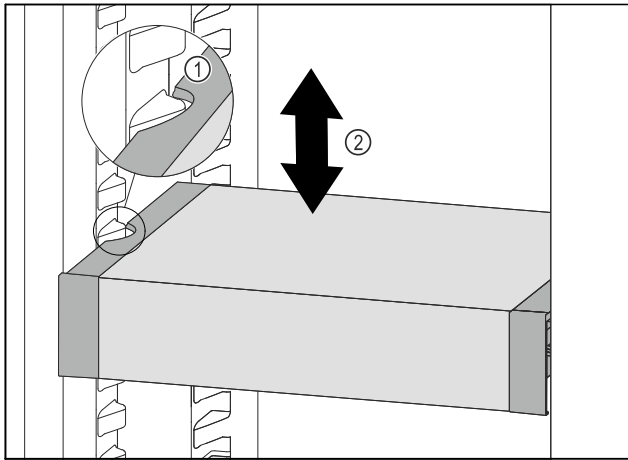

Fig. 96
- ▶ 向前移动 VarioSafe，直到 VarioSafe 两侧的凹槽与冷藏区中的容器肋梁持平。Fig. 96 (1)
- ▶ 在冷藏区中向上或向下移动 VarioSafe，直至所需高度。Fig. 96 (2)